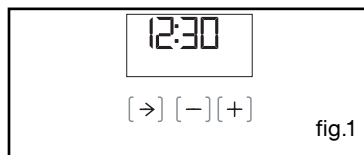

fig.1
Vérifiez que le programmateur affiche l'heure du jour et que celle-ci ne clignote pas. (fig.1).
- b) Dévissez le hublot (fig.1).